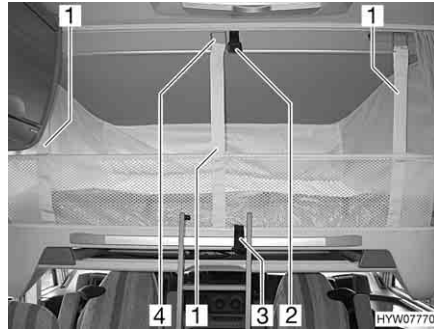

Fig. 85 Letto basculante con rete protettiva montata
- Staccare la cintura di ritegno (Fig. 85,3).
- Staccare le cinture di ritegno (Fig. 85,1) e sistemare la rete protettiva sotto il materasso.
- Assicurare il letto basculante al soffitto (Fig. 85,2) mediante la cintura di ritegno (Fig. 85,3).
- Agganciare la cintura di ritegno (Fig. 85,1) ai ganci (Fig. 85,4) del soffitto.